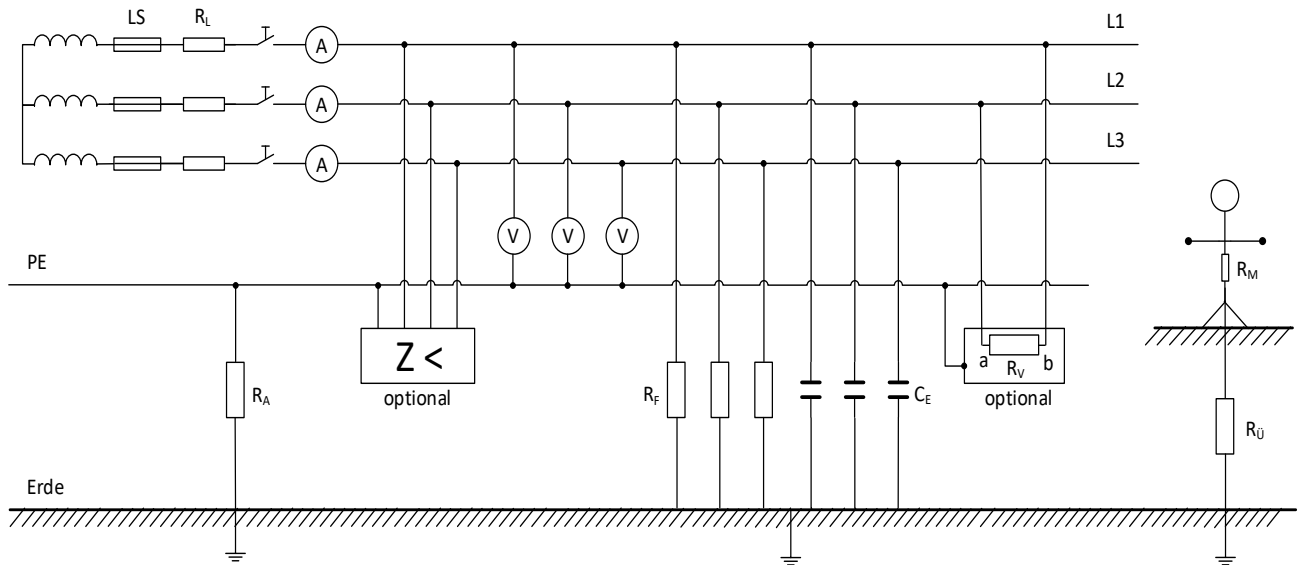

Bild 1: Allgemeine Grundschaltung am Messplatz 1 (Variante: gemeinsam geerdete Geräte-Körper)
Bauen Sie die Schaltung nach Bild 1 auf bzw. kontrollieren Sie diese.
- Dreiphasen-Anschlusseinheit zum HTW-Stromnetz (5-polig, Platte im Bild 1 nicht dargestellt)
- Zeichnen Sie in die Schaltung (Bild 1) den Weg des Fehlerstroms  $I_d$  (bei Erdschluss  $L1 \rightarrow PE$ ) ein.